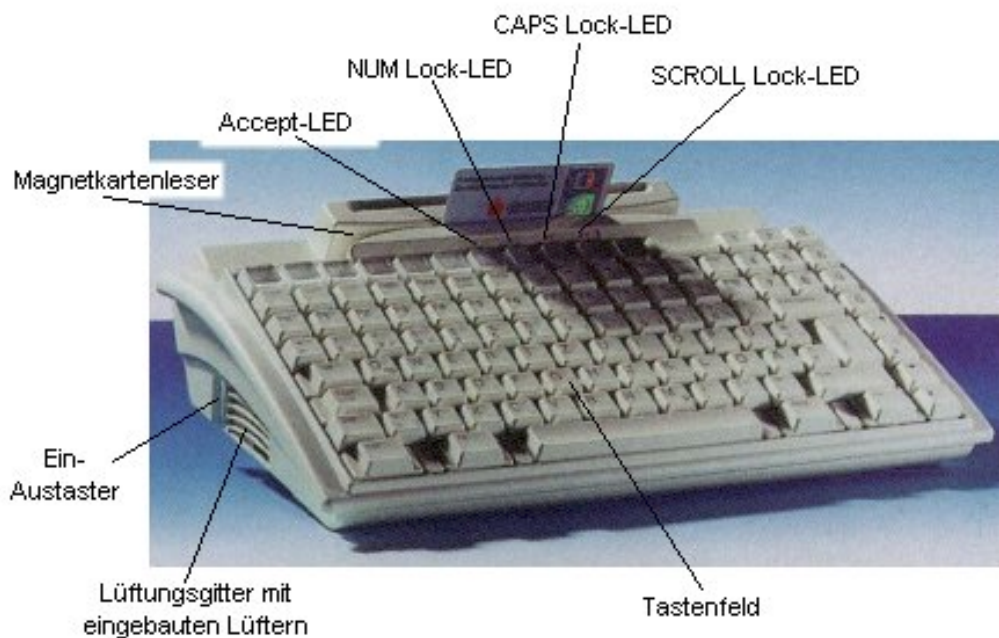

Bild 3 Bedienelemente (Teil 2)
- Bild 3: Ansicht von schräg oben links